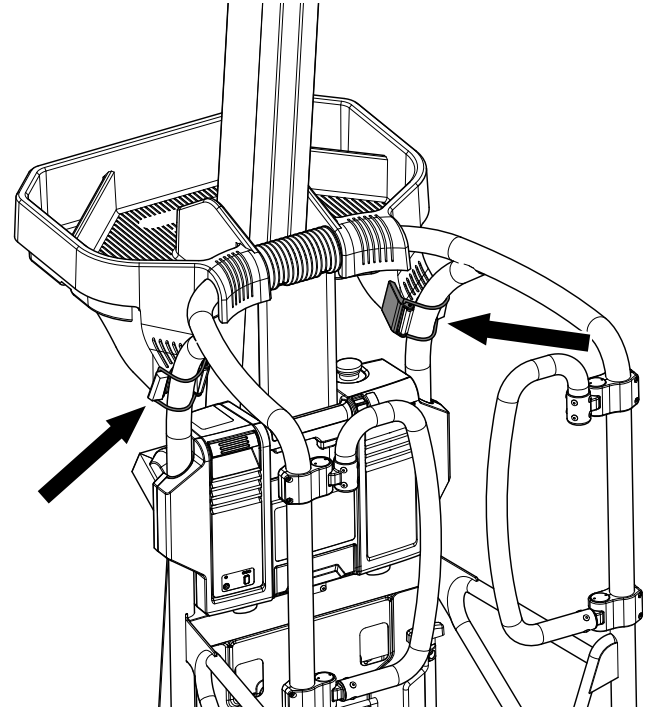

Figura 2-9. Instalación de la bandeja de herramientas
- Las dos pinzas están bien conectadas a la barandilla de la plataforma (Figura 2-9.).
5. Bandeja para herramientas: (*equipo opcional*) Ponerla en la barandilla superior de la plataforma y asegurarla con dos pinzas alrededor de la barandilla (ver la Figura 2-9.).